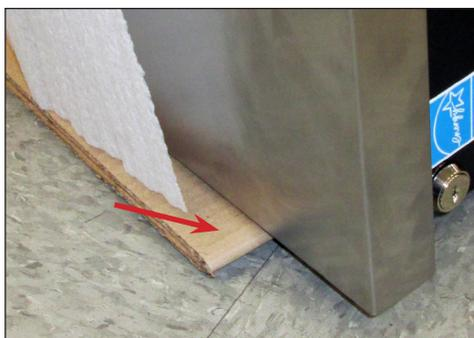

Рис. 4b. Используйте картон для защиты верхней части устройства от повреждения.
3. Уложите кусок картона на край поддона с ручкой, а затем уложите картон на пол, чтобы поместить на него верхнюю часть устройства. См. рис. 4b. См. рис. 3a и 3b.
Рис. 3b. Уложите полоску картона шириной примерно 3 дюйма на соответствующем расстоянии от поддона, чтобы поместить на него верхнюю часть устройства (см. рис. 4b).